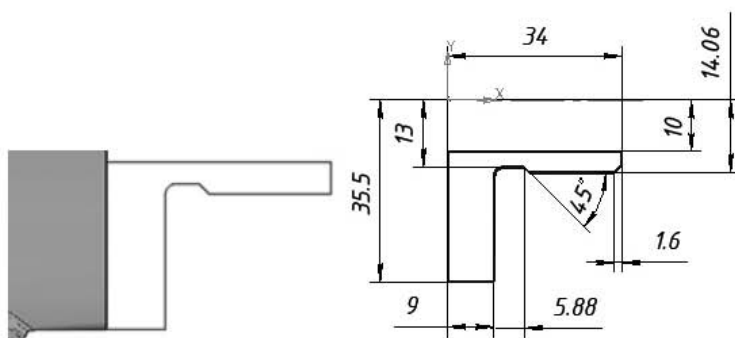

Рис. 12.33. Построение профиля бокового фланца
1. Установите ортогональный вид, на котором оси центральных отверстий корпуса параллельны плоскости экрана, проверьте принадлежность начала глобальной системы координат данной плоскости. Выберите команду Вид ▶ Координаты ▶ Вид для совмещения данной плоскости осей с плоскостью XY и постройте эскиз полилинией согласно приведенным размерам. При создании ее последнего сегмента выберите параметр Замкнуть (рис. 12.33).